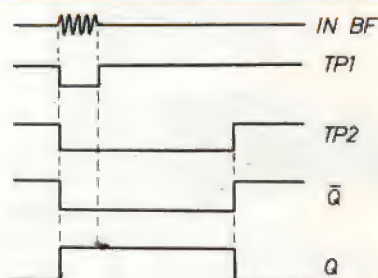

figura 2 - Forme d'onda.
- N.B.** Il tutto si deve presentare come in figura 2/A.
cuito, mi sembra superfluo dover indicare ogni sua funzione; nonostante ciò ho creduto opportuno dover includere il disegno di figura 2 per meglio far comprendere il suo funzionamento.